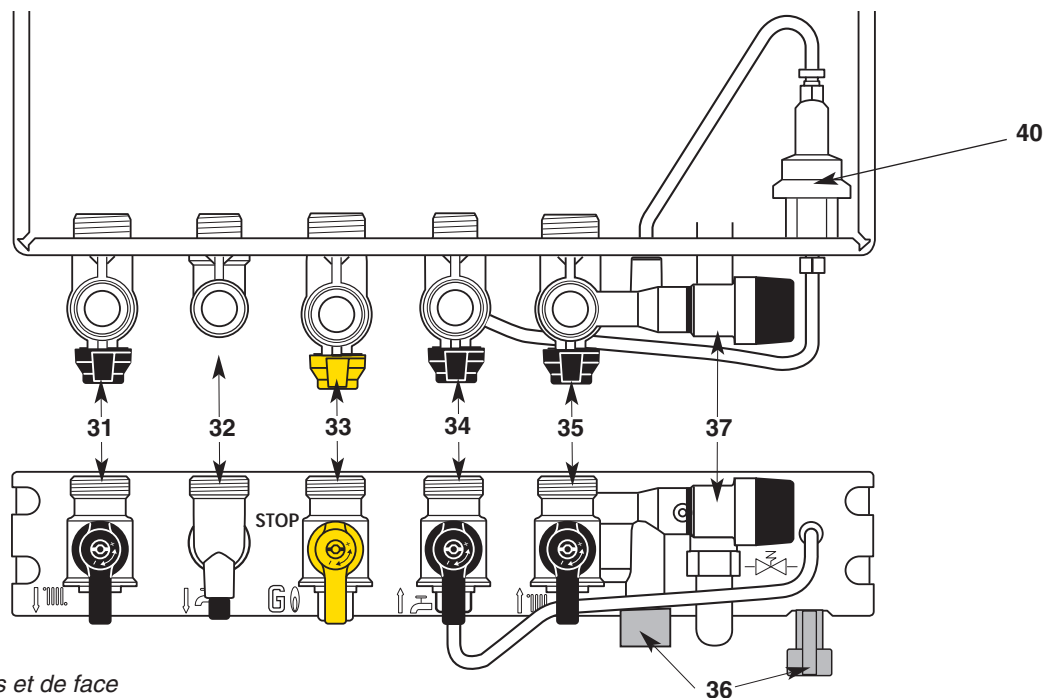

Fig. 22 - Vues de dessus et de face
Barrette robinetterie (fig. 22)
3. Ouvrez l'arrivée du gaz, robinet gaz **33** (fig. 22), sur la position «  ».
- Coupez l'arrivée du gaz en tournant le robinet **33** (fig. 22), sur la position «STOP»
*Dans certains cas d'installation, il est possible qu'il se produise, après puisage d'eau chaude, un léger réchauffement de la canalisation (et éventuellement d'un radiateur). Pour l'éviter, il suffit de fermer le robinet départ chauffage **31** (fig. 22).*